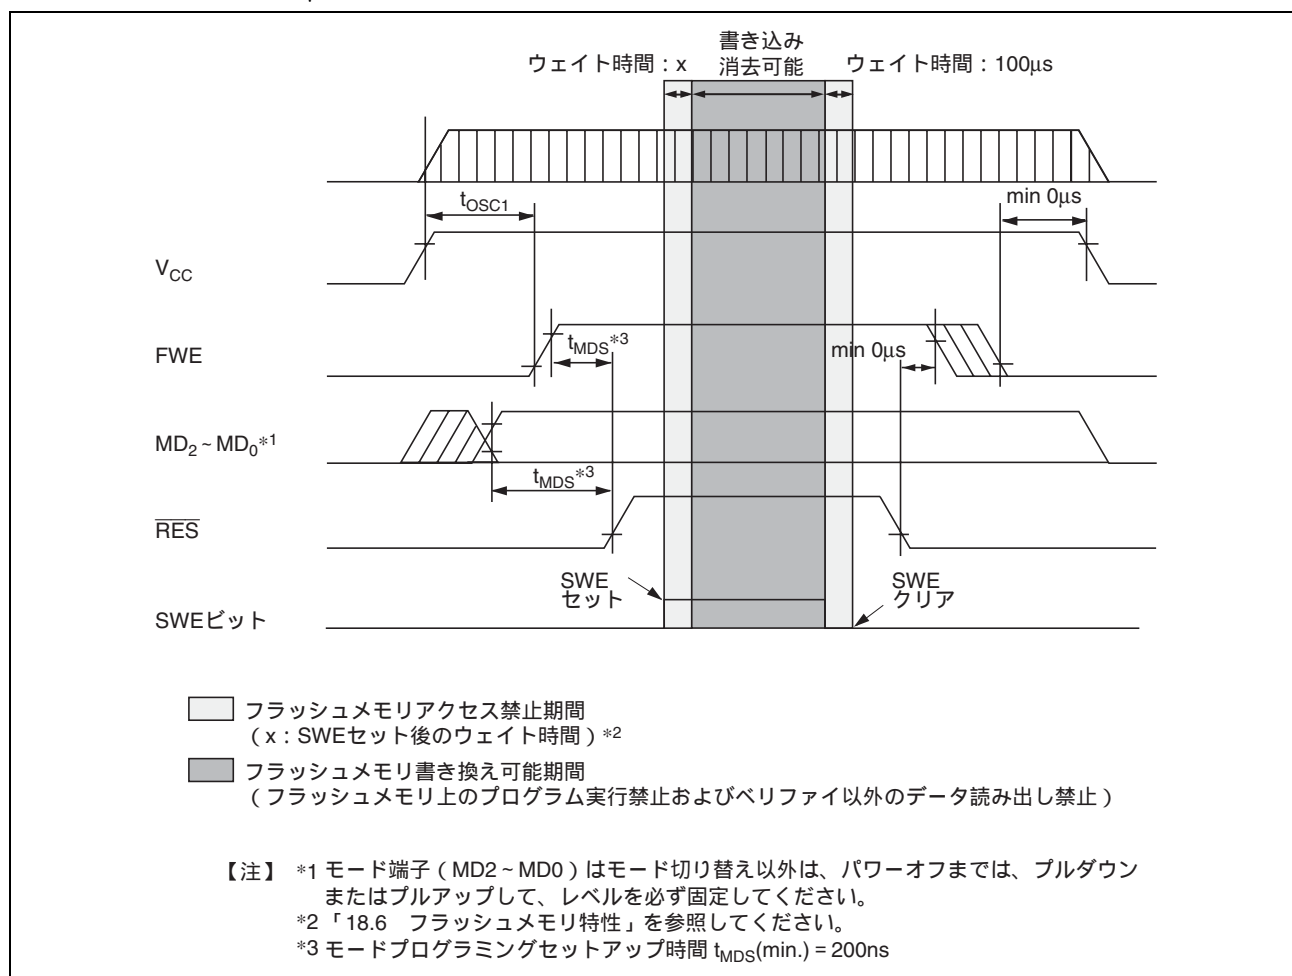
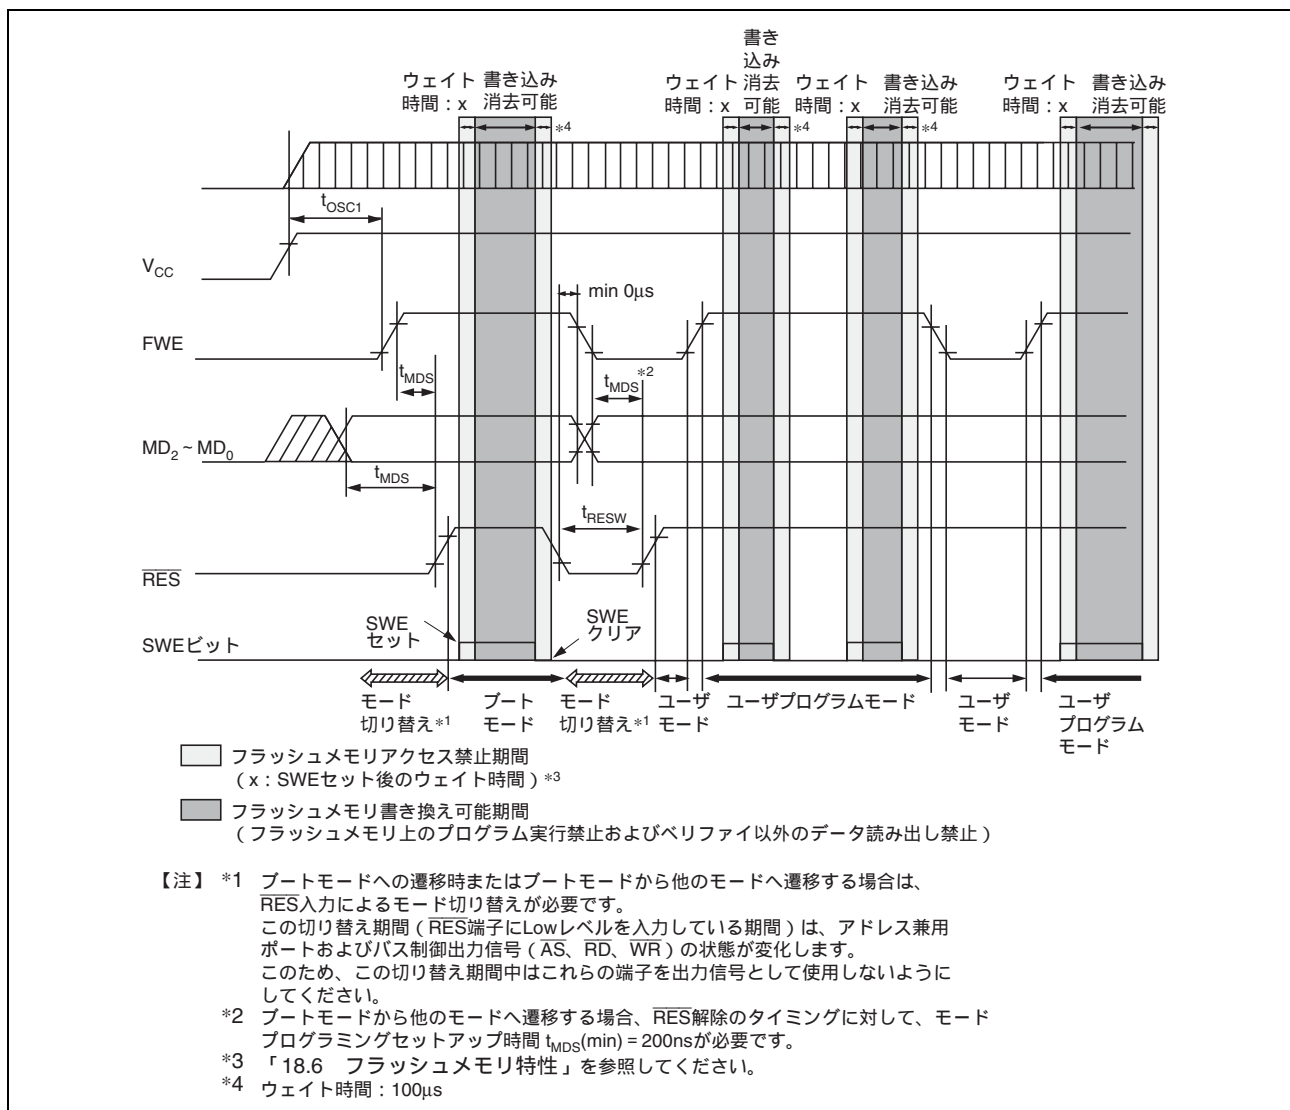

図 15.29 電源投入/切断タイミング (ブートモード)
図 15.31 モード遷移タイミング (例: ブートモード → ユーザモード ↔ ユーザプログラムモード)
- (1) 規定された電圧、タイミングで書き込み / 消去を行ってください。
- (2) 電源投入 / 切断時の注意 (図 15.29 ~ 図 15.31 参照)
- (3) FWE の印加 / 解除の注意 (図 15.29 ~ 図 15.31 参照)
- (4) FWE 端子に常時 High レベルを印加しないでください。
- (5) フラッシュメモリへの書き込み、消去は推奨するアルゴリズムに従って行ってください。